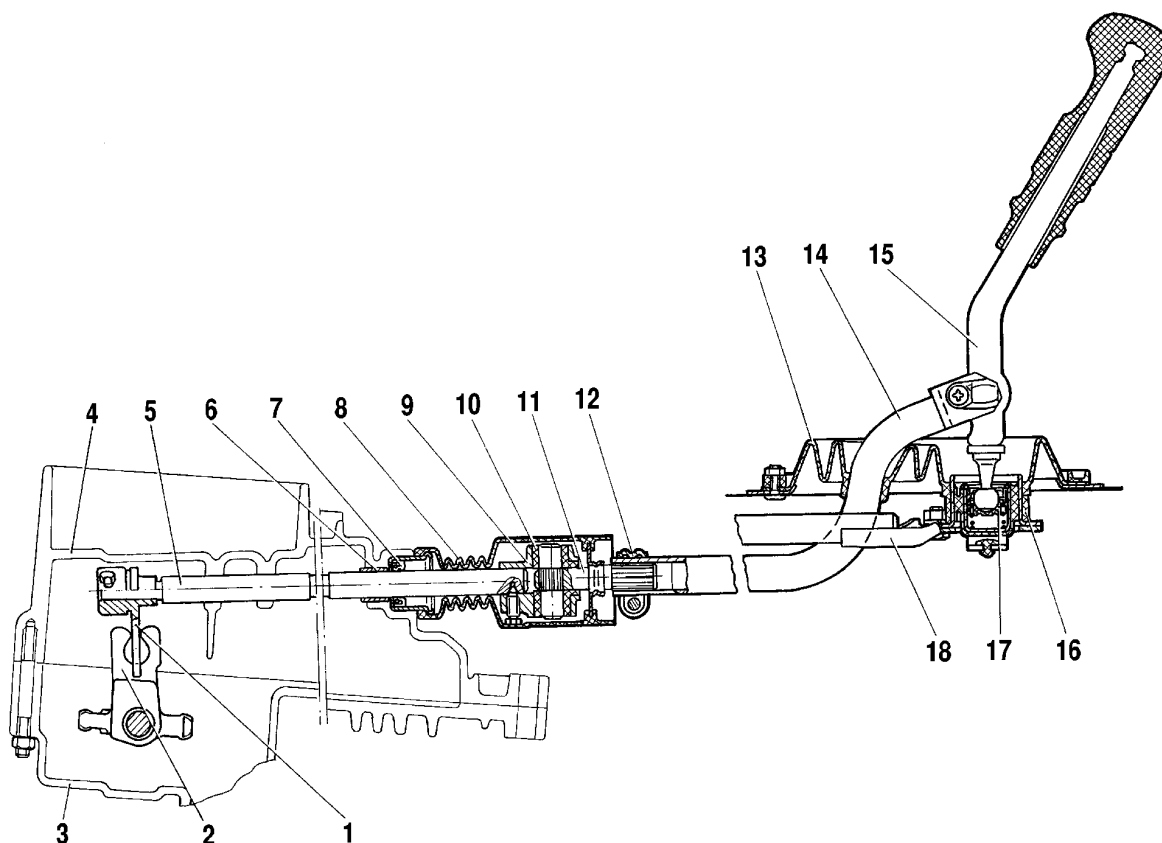

Abb. 3-8. Gangschaltung:
Das Gangschaltgestänge besteht aus dem Schalthebel 15 (Abb. 3-8), der Schaltkugel 17, der Stange 14, der Schaltstange 5 sowie dem Schaltbock und der Gangschaltung.
- von unten bei der gelösten Schellenschraube 12 (Abb. 3-8) die Schaltstange 5 in die Mittelstellung bringen. Die Leichtgängigkeit der Stange 14 in der Längsrichtung und beim Durchdrehen gegenüber Gelenkstück 11 prüfen und ggf. die Nut am Stangenstumpf 14 ausweiten;
- von unten: mit Gewindestück 11 handhabend (Abb. 3-8) das Axialspiel in der Rückwärtsrichtung und das Winkelspiel gegen Uhrzeigersinn beseitigen. Die Schraubenschelle 12 mit Abstand 1-3 mm zum Stangenende 14 einstellen und festziehen. Die Spiele sind durch sanfte Bewegungen auszugleichen, um eventuellen Versatz vom Schaltgestänge zu vermeiden. Anschliessend das Getriebeöl einfüllen.